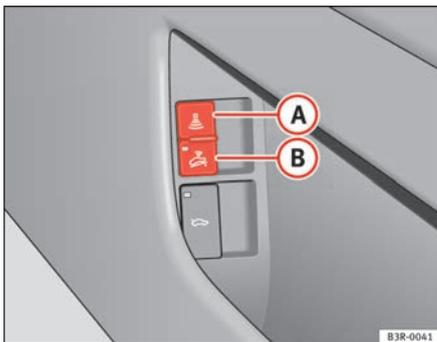

Fig. 77 Interruptor da vigilância do habitáculo
- Abra a porta e puxe o interruptor **(A)** com o símbolo  colocado a um lado do compartimento porta-objectos da porta do condutor ⇒ fig. 77.
- Abra a porta e puxe o interruptor **(B)** com o símbolo  colocado a um lado do compartimento porta-objectos da porta do condutor ⇒ fig. 77.